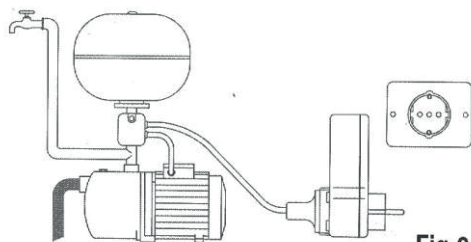

Fig. 2a
3. Vložte zástrčku motoru čerpadla do zařízení LOGIC DROP. Fig. 2a